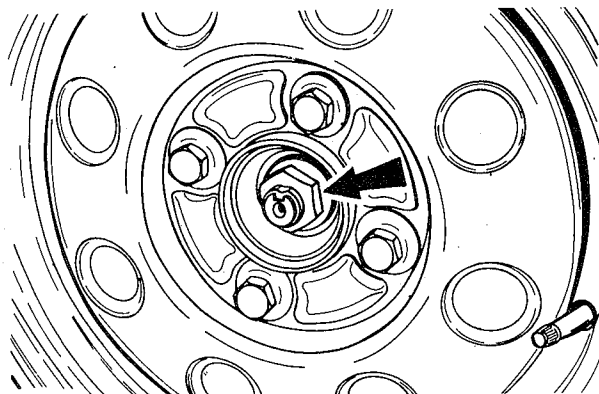

fig. 18
2. Destravar e soltar a porca de fixação do cubo (fig. 18)